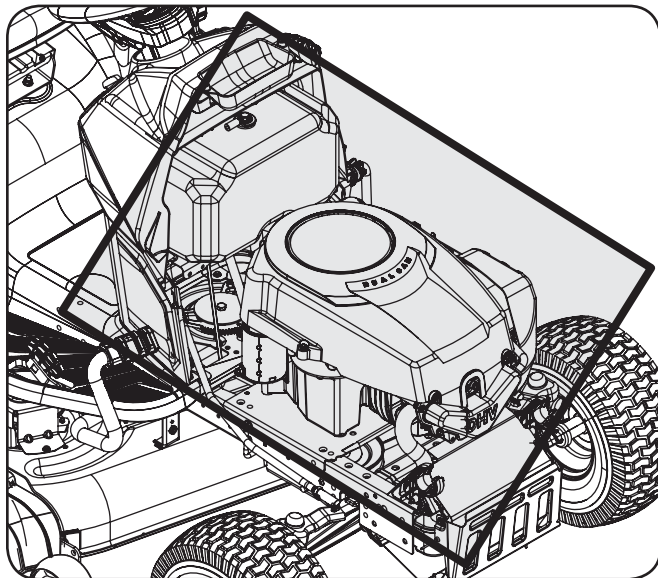

Figure 6-1
- Nettoyez les pièces sous le capot : collecteur d'échappement, autour des fusibles, le câblage électrique et les faisceaux, le tuyau du silencieux, le pare-chaleur du silencieux, les grilles d'entrée d'air du moteur et les ailettes de refroidissement, entre autres. Voir Figure 6-1.